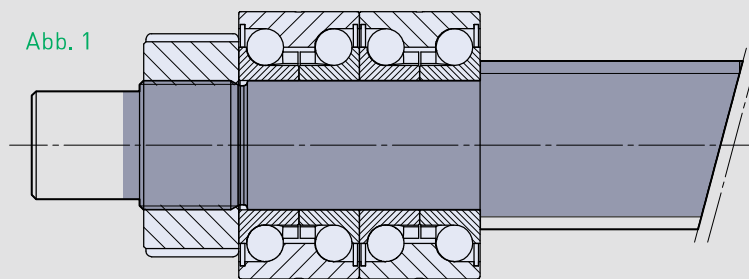
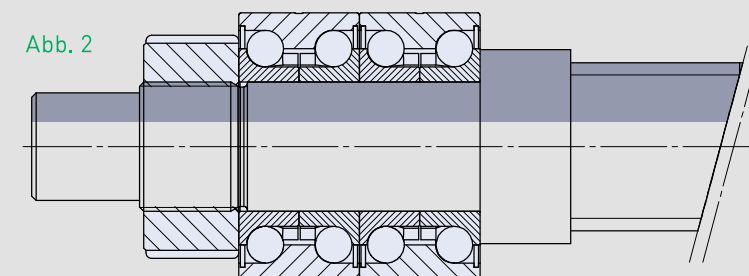

Abb. 1: Die einfachste und kostengünstigste Möglichkeit besteht in einem Lagerzapfen, der ausreichend klein ist gegenüber dem Nenndurchmesser
Abb. 2: Reicht auch die volle Schulter nicht aus, dann kann ein Bund oder
- Anlageschulter für den Lagerinnenring nicht größer als der Kerndurchmesser der Kugelspindel bei Zapfenausführung Abb. 1 (siehe Seite 13).
Nach Kapitel 2.3 (Seite 13) Abb. 1 (passend zu den in Kapitel 2.3.3 angegebenen Endenbearbeitungen A)	Nach Kapitel 2.3 (Seite 13) Abb. 2